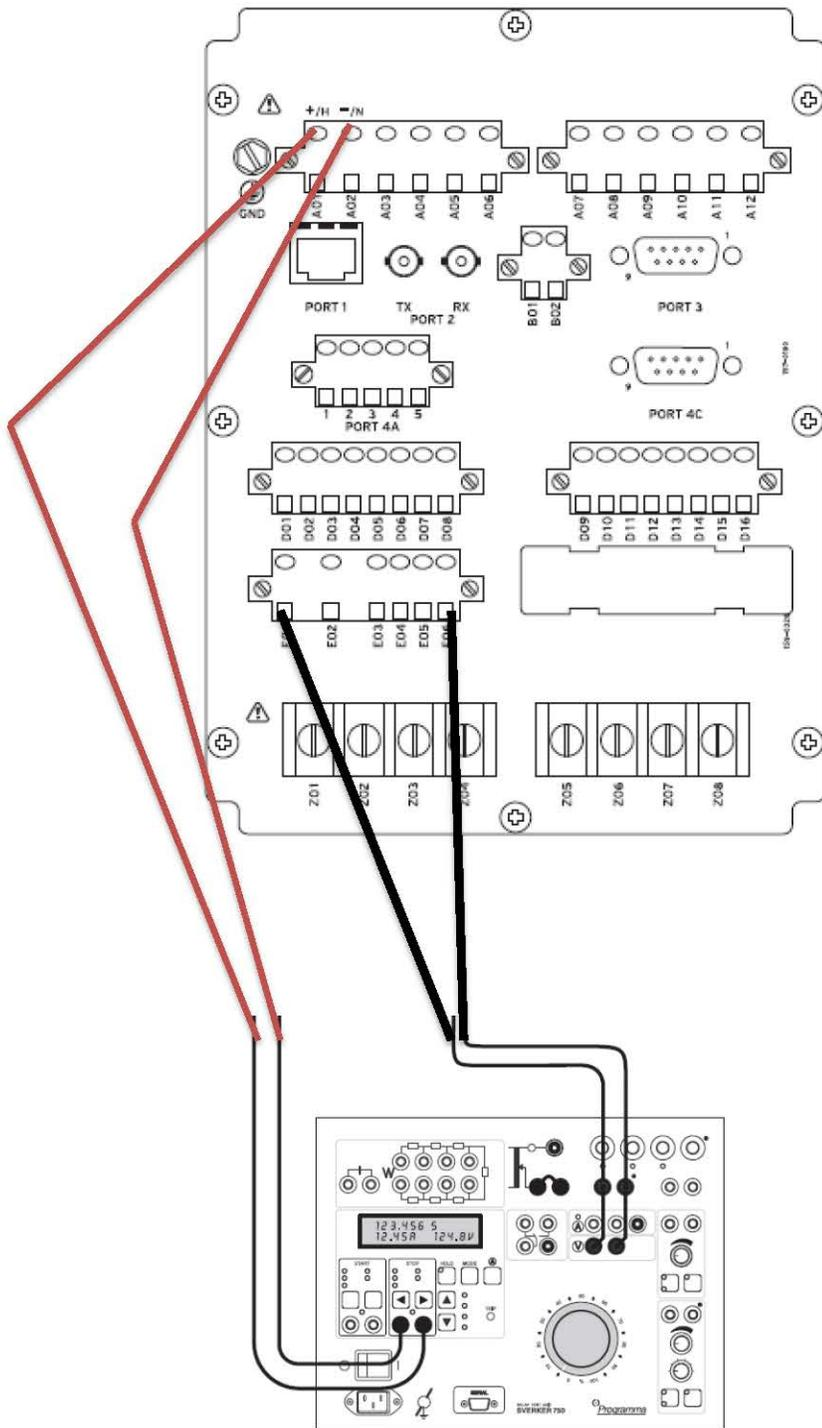

Figura 3A
- Abra el software de relé "AcSelerator" y establezca los valores según sus requisitos, tomé la configuración del 95%, lo que significa que siempre que nuestra línea lateral secundaria a voltaje neutral alcance 60.33v en PT conectado en estrella (el voltaje primario será 6.034KV), el relé se activará. Necesitamos conectar los cables de prueba al puerto E del kit de prueba como se muestra en la figura 3A.